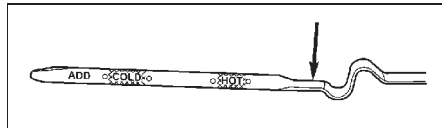

Рис. 15. Щуп для измерения уровня жидкости в АКПП.
холостой ход и дайте ему поработать примерно одну минуту. Проверка уровня жидкости должна проводиться на ровной горизонтальной площадке. При нормальной рабочей температуре (80°C) уровень жидкости должен быть в зоне HOT (рис. 15). В холодном состоянии (температура около 25°C) уровень жидкости должен быть в зоне COLD.
(5) Залейте в АКПП 3,5 литра ATF+4 через трубку щупа уровня жидкости.
(6) Запустите двигатель на холостой ход. Через одну минуту нажмите на педаль тормоза и на мгновение переводите рычаг селектора во все положения. Закончите перемещение селектора в положении "Р" или "N".
(7) Проверьте и отрегулируйте уровень жидкости так, чтобы уровень был на 3 мм ниже нижней метки зоны COLD (рис. 15).
(8) Перепроверка уровень жидкости после прогрева жидкости до нормальной рабочей температуры (80°C).